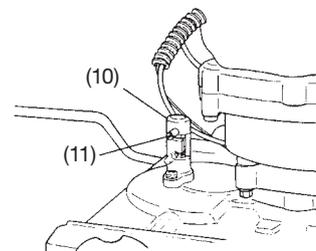

Fig. 8
- 6) Hvis boret sætter sig fast, mens der graves og er vanskelig at trække op af jorden, så stop motoren og lås låsestiften. Dette kan gøre jobbet lettere. (Fig. 8)